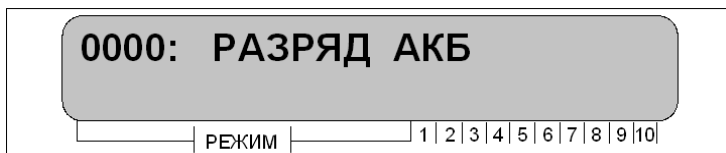

Рисунок 13 – Отображение последнего зарегистрированного события
- нажатием клавиши «ВВОД» необходимо войти в пункт меню «Журнал событий», на ЖК-дисплее клавиатуры отобразится последнее зарегистрированное событие, рисунок 13;